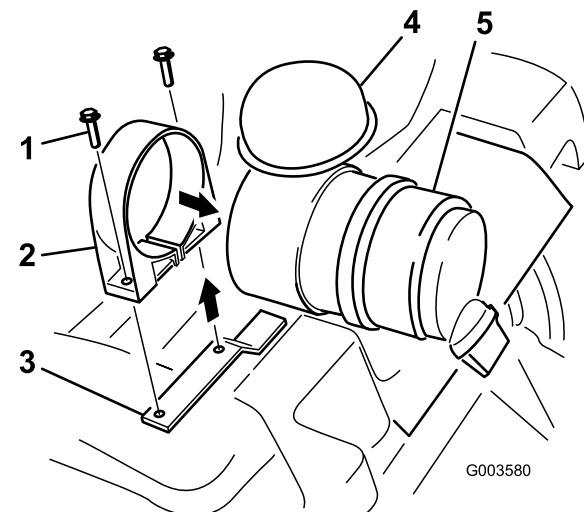

Figure 3
6. Ouvrez le collier du filtre à air et tirez-le au bout de la cartouche, là où vous venez d'enlever le filtre (Figure 3).